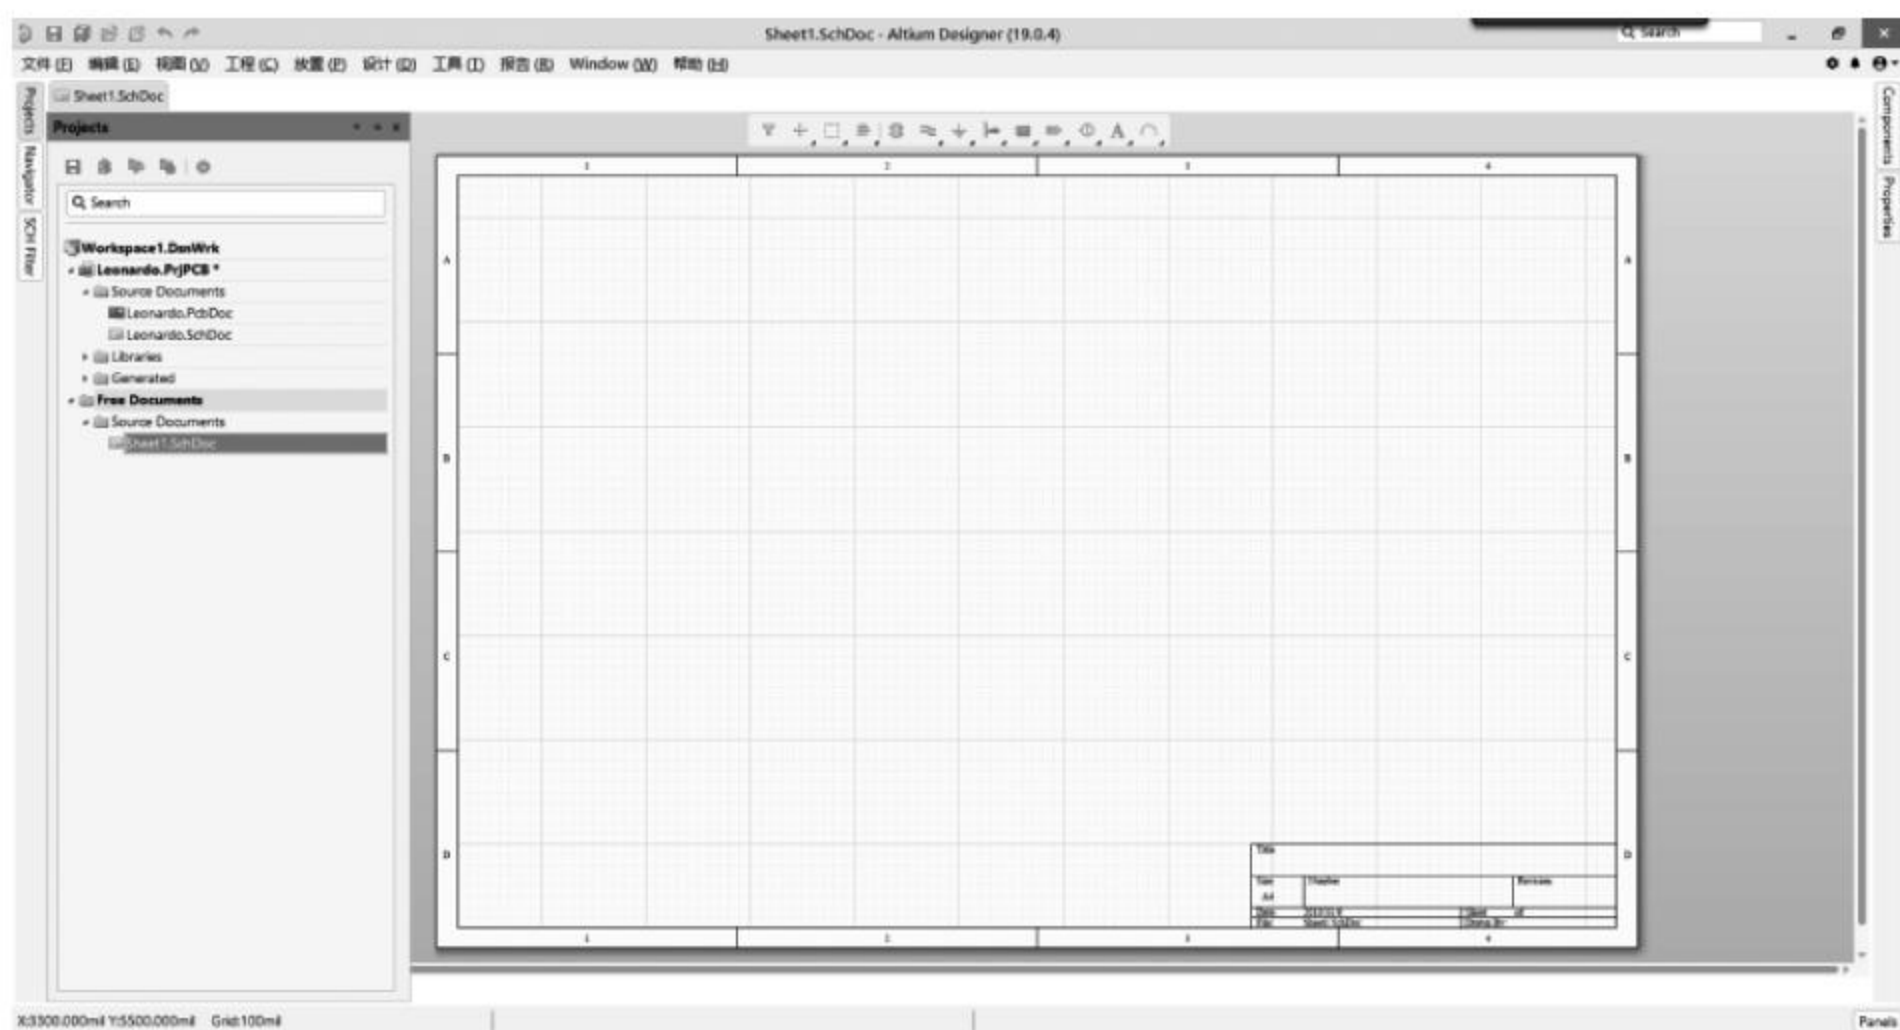

图 4-8 新建原理图文件
(1) 在 AD 原理图设计环境下,新建一个空白原理图文件,如图 4-8 所示。